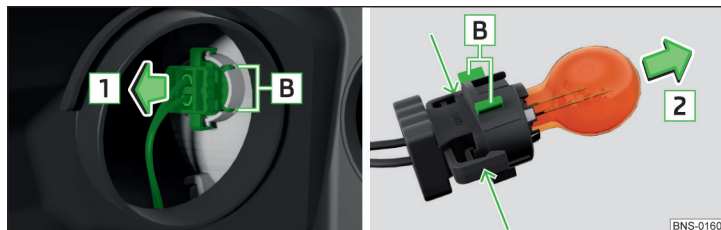

Fig. 373 Înlocuirea becului luminii de semnalizare față
- › Scoateți dulia împreună cu becul, prin mișcări pendulatorii, în sensul săgeții **1** » fig. 373.